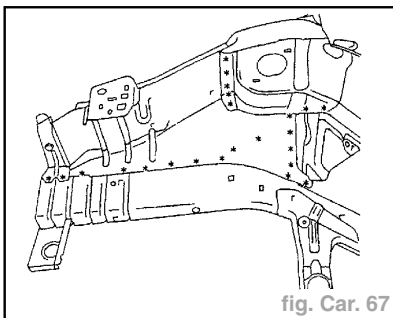

fig. Car. 67
- Dégraffer les points à l'aide d'une fraise de diamètre = **8 mm** (fig. Car. 67 et 68).